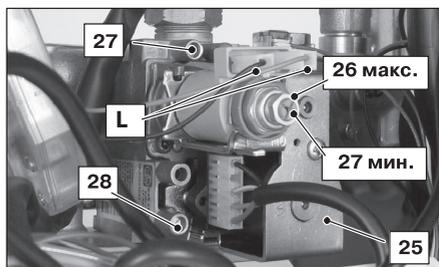

Рисунок 7.3
- Выключив котел (приведя его в нерабочее состояние), проверьте давление питания при помощи отвода 28 (см. Рисунок 7.3) и сравните считанное значение со значениями, приведенными в таблице «номинальное давление газа» в разделе «Технические характеристики» на с. 21.
- Тщательно закройте отвод для замера давления 28 (см. Рисунок 7.3).
- Откройте отвод для замера давления 27 (Рисунок 7.3) и подсоедините манометр.
Чтобы откалибровать давление в горелке, поворачивайте большую шестигольную латунную гайку модулирующего устройства 26 (макс.), см. Рисунок 7.3 (при вращении гайки по часовой стрелке давление увеличивается).
- Отсоедините один из двух проводов питания «С» модулирующего устройства 26. Внимательно следите за тем, чтобы не прикасаться к металлическим частям котла (см. Рисунок 7.3).
- Подключите провод питания «С» к модулирующему устройству (Рисунок 7.3).
- Закройте отвод для замера давления 27 (Рисунок 7.3).
**ВАЖНО!** Измерив давление газа, необходимо тщательно закрыть отводы, использованные для замера давления (28 и 27, Рисунок 7.3). После проведения всех операций по регулировке газа необходимо опломбировать регулировки клапана.
- Откройте отвод для замера давления 27 (Рисунок 7.3) и подключите манометр.